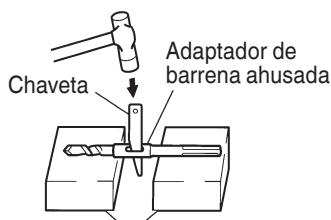

Fig. 13
- (2) Ponga en ON el interruptor de alimentación y perfore un agujero de base.
- (3) Después de eliminar el polvo con una jeringa, fije la clavija en la extremidad del anclaje e introduzca el anclaje con un martillo de mano.
- (4) Para sacar la broca con la barrena ahusada introduzca una chaveta en la ranura del adaptador de barrena ahusada, ponga apoyos debajo del martillo perforador y golpee la chaveta con un martillo de mano. (Fig. 13)